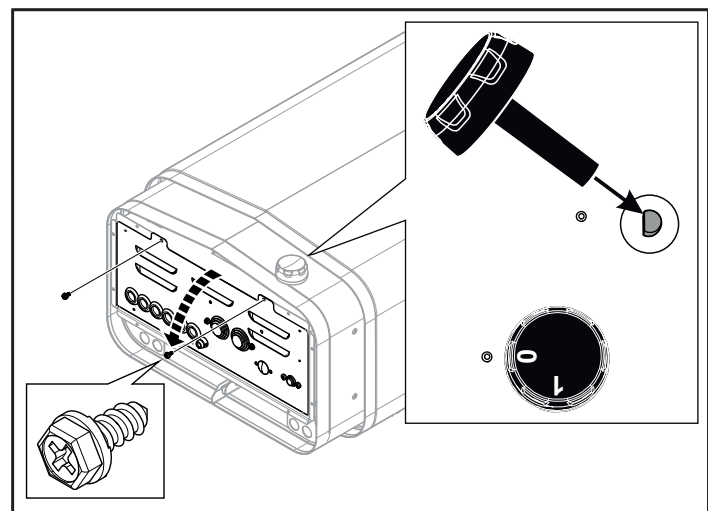

Abb. 8: Öffnen/Schließen der Abdeckung
1. Legen Sie den Saunaofen mit der Vorderseite nach oben auf den Boden. Wählrad montieren, siehe Abb. 8.
2. Lösen Sie die Schrauben und öffnen Sie die Abdeckung, siehe Abb. 8.
- Schließen Sie die Abdeckung und drehen Sie die Schrauben ein, siehe Abb. 8.